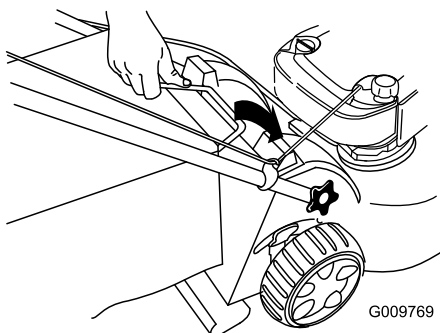

Figura 31
3. Introduzca el asa de la bolsa de recogida en las ranuras de la parte superior de la máquina (Figura 31).